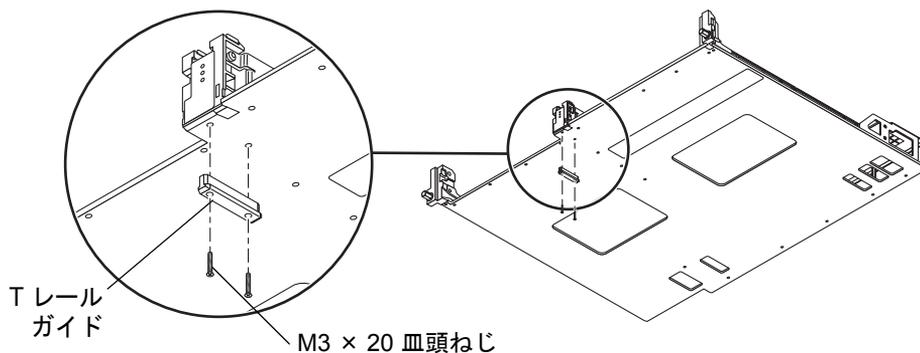

図 10-3 T レールガイドの取り外し
3. 新しいキャリアプレートの、T レールガイドをセンターガイド留め具に固定している 2 本の M3×20 皿頭ねじを外します。T レールガイドおよびねじは廃棄します (図 10-3)。